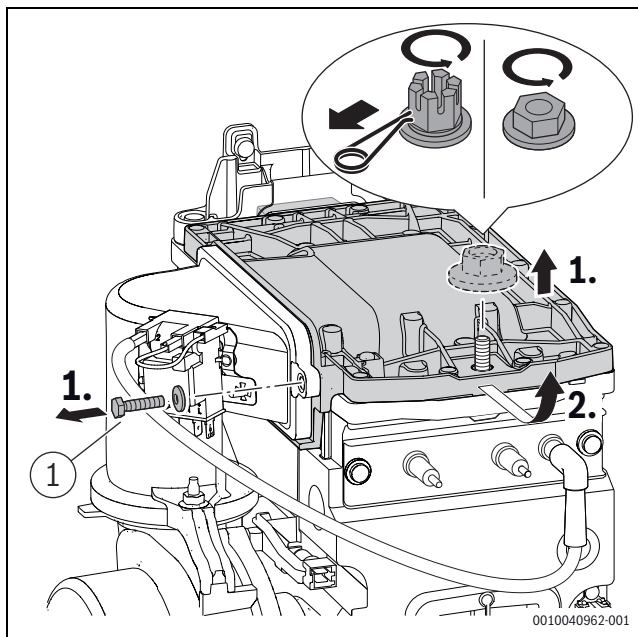

Fig. 40 Desmontar a tampa do queimador
- Apertar o parafuso ([1], fig. 40) na tampa do queimador com $5,5 \pm 0,5$ Nm.